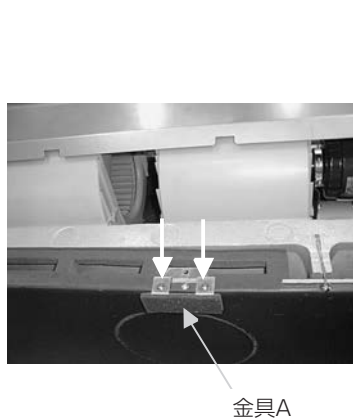

図5 金具Aの取り付け
(5) (2) で取り外した金具Aを元の位置に取り付けてください。(ネジ2箇所、図5)